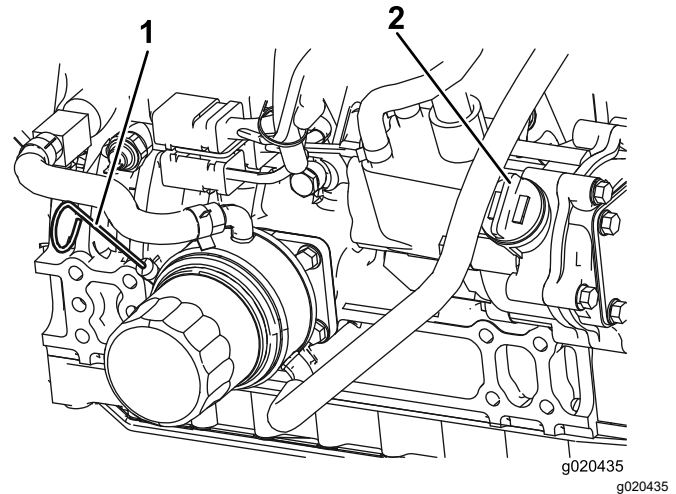

Figura 40
El nivel de aceite debe estar en el intervalo seguro (Figura 40).
4. Si el nivel de aceite está por debajo del intervalo seguro, retire el tapón de llenado (Figura 40) y añada aceite hasta que el nivel llegue a la marca FULL.